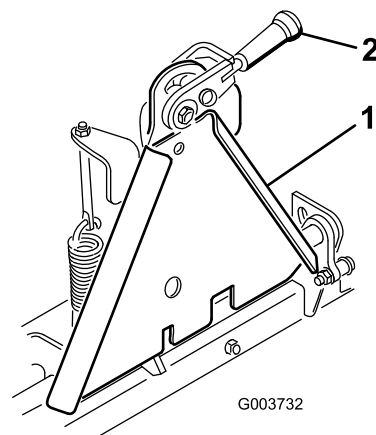

Bild 1
Hinweis: Stellen Sie sicher, dass der Sperrhebel (Bild 1) nach links in die entriegelte Stellung gedreht ist (von der Front der Maschine aus gesehen).
5. Drehen Sie den Sperrhebel nach rechts, um die Adapter zusammen zu verriegeln (Bild 1).